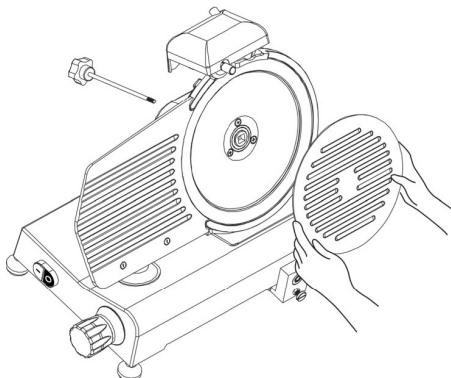

Fig. 4 – Rimozione della protezione della lama
- Rimuovere il coprilama svitando il perno sul retro dell'apparecchio (vedere Fig. 4).